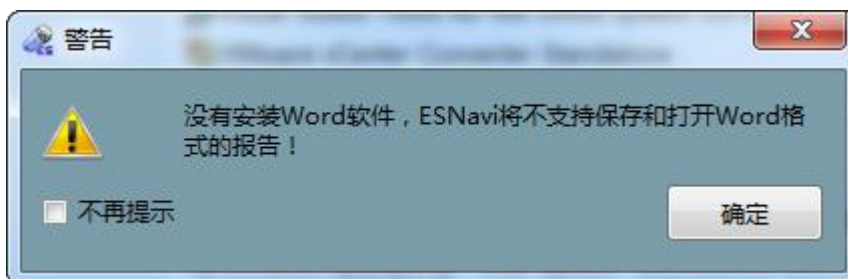

图 4-11 不支持 Word 报告提示框
2. 软件注册完毕后，运行 ESNavi 软件。如果计算机上没有安装 WORD2003 或 WPS 及以上版本，ESNavi 会弹出图 4-11 不支持 Word 报告提示框，表明 ESNavi 将不支持 Word 格式的报告，但不影响 ESNavi 软件的使用。